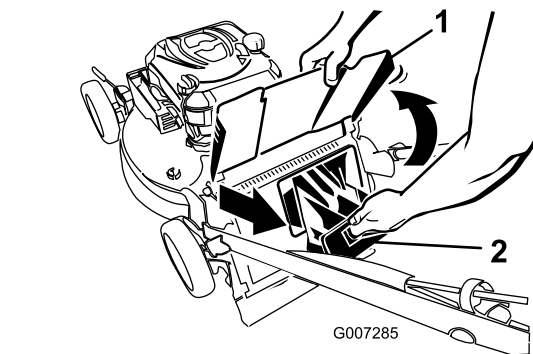

Figura 20
3. Saque el tapón de descarga trasero (Figura 20).